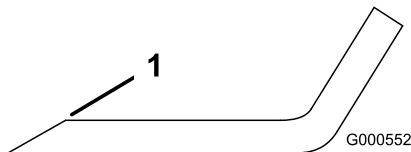

Figura 81
1. Utilice una lima para afilar el filo de corte en ambos extremos de la cuchilla (Figura 81).
Nota: Si la cuchilla no está equilibrada, rebaje algo el metal en la parte de la vela solamente (Figura 81).